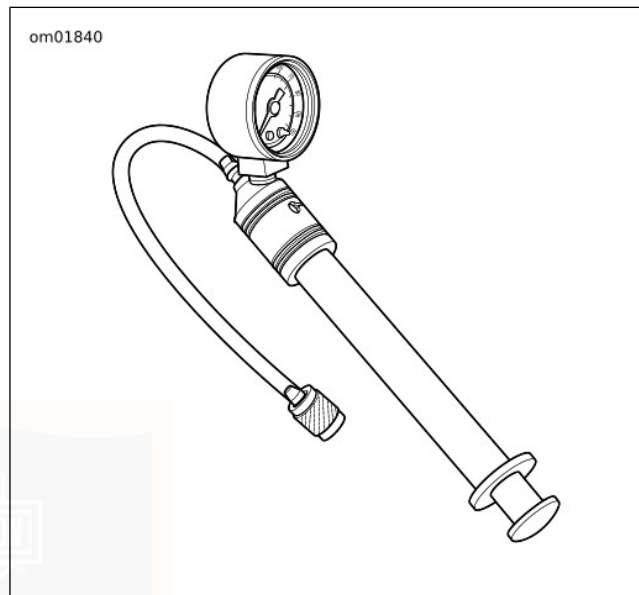

Figure 31. Jauge et pompe de suspension pneumatique (HD-34633)
3. Voir Figure 31. Attacher la AIR SUSPENSION PUMP AND GAUGE (JAUGE ET POMPE DE SUSPENSION PNEUMATIQUE) (N° DE PIÈCE : HD-34633) sur la valve pneumatique. Ajouter ou purger de l'air de l'amortisseur à la pression spécifiée pour la moto et la charge. Voir Tableau 22 et Tableau 23.